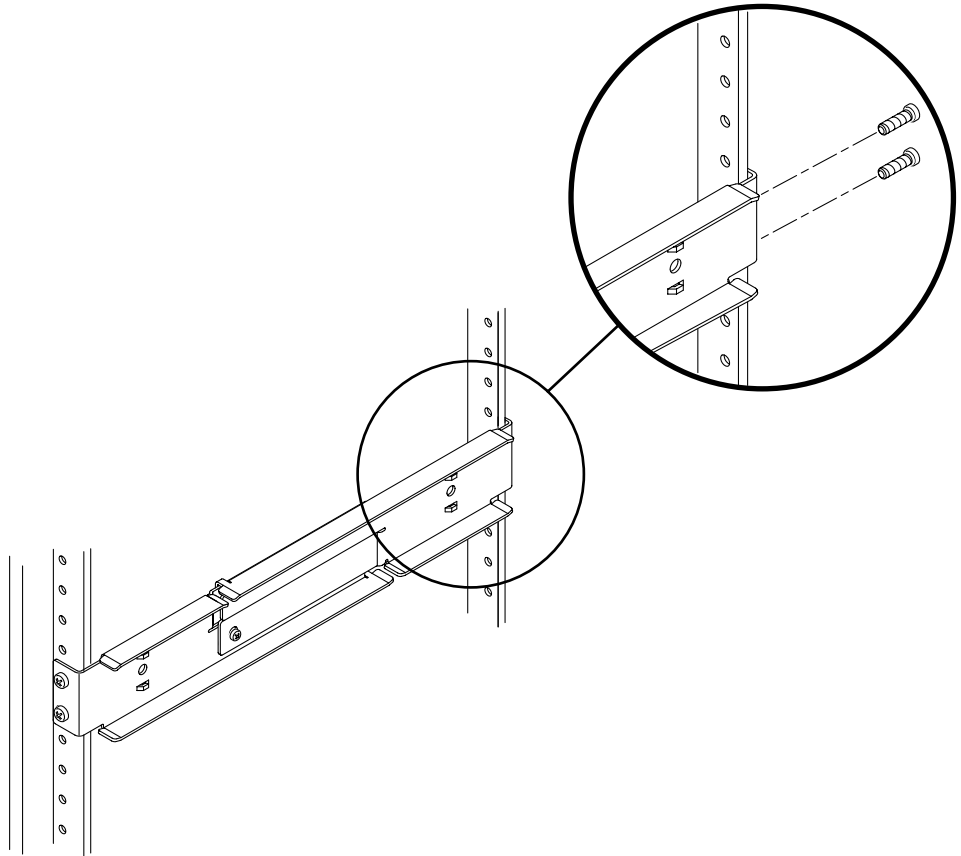

BILD 3-17 Skruva fast de justerbara skenornas baksidor i racket
4. Vid rackets baksida använder du två skruvar för att skruva fast de justerbara skenornas baksidor i racket (BILD 3-17).